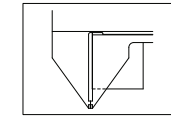

Abb.3
- Der horizontale Messschieber wird auf Null gestellt (Abb.3). Schließen Sie die horizontalen Noniusbacken und drücken Sie die Taste '0', um den Nullpunkt einzustellen.